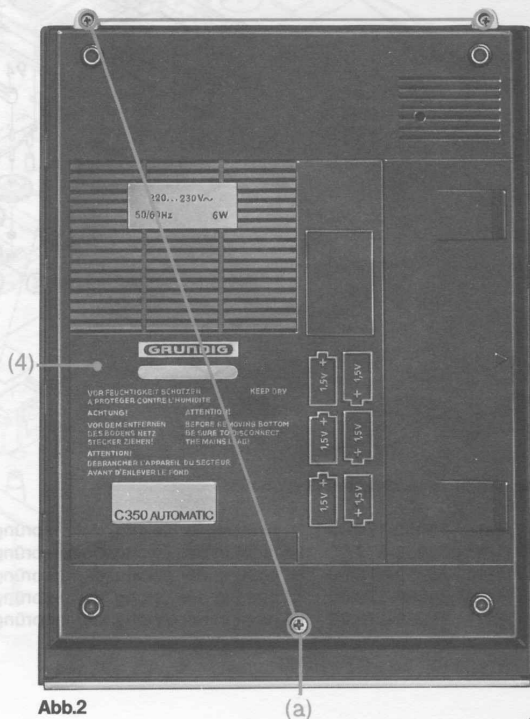
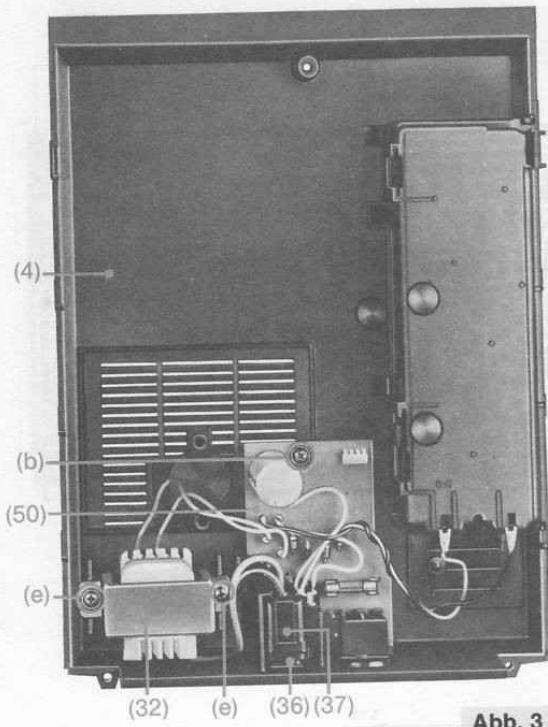
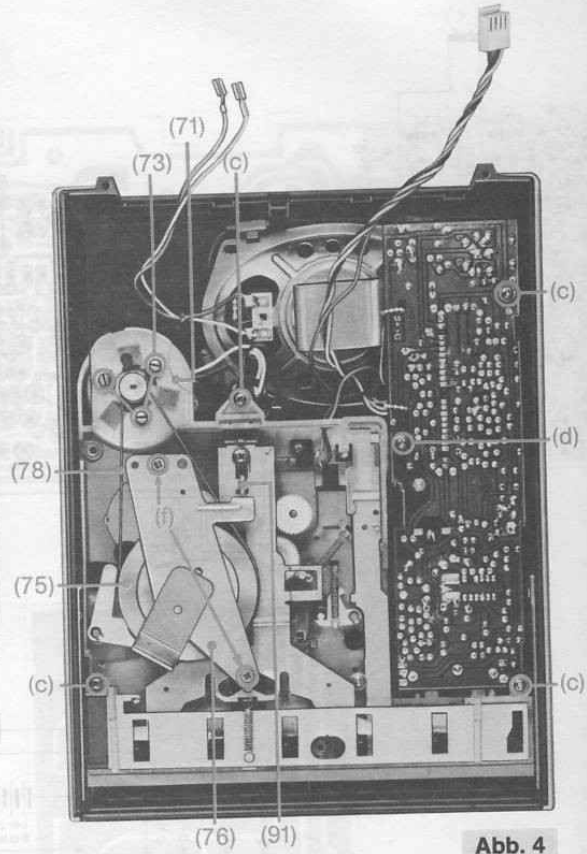

Abb.2
Abb. 3
Abb. 4
1. Boden abnehmen [Abb. 2]:
- Steckverbindungen zur Netzteilplatte (50) und zum Lautsprecher können bei Bedarf gelöst werden.
2. Netzteilplatte (50) ausbauen [Abb. 3]
3. Trafo (32) ausbauen [Abb. 3]
- Netzanschlußbuchse (36) aus der Halterung nach oben herausziehen
- Abdeckung (37) abziehen
4. Laufwerk ausbauen [Abb. 4]
5. Motorbaustein (71) ausbauen [Abb. 4]
- Riemen (78) abnehmen
- 3 Schrauben (73) herausdrehen
7. Antriebsriemen wechseln [Abb. 4]
- Feder (91) aushängen
- Lagerplatte (76) abnehmen
- Riemen (78) wechseln
8. Schwungscheibe (75) und Andruckrolle (87) [Abb. 4, 5 u. 6]
- Die Andruckkraft der Andruckrolle (87) beträgt bei Stellung START: